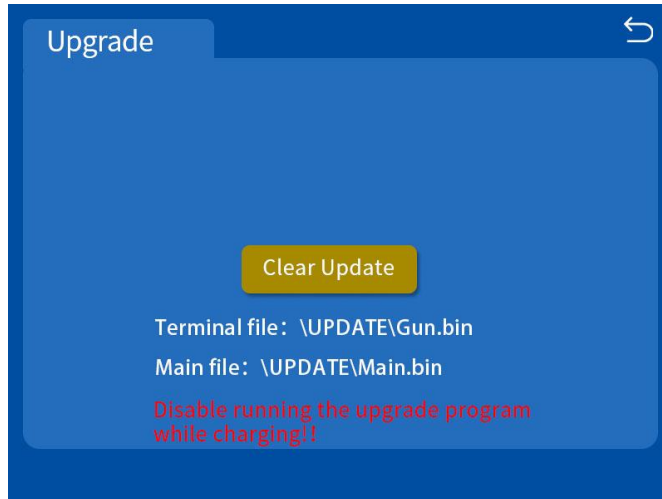

Figura 23 Interfaz de actualización del sistema
6) La interfaz de actualización del sistema se muestra en la figura 23.